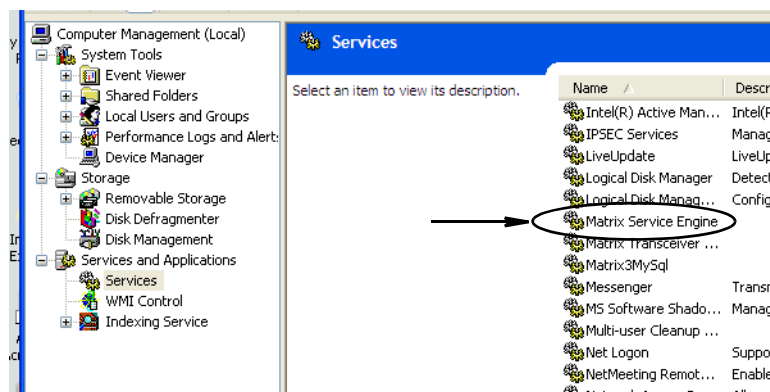

FIG. 56
- d. Double-cliquez sur "Matrix System Engine" (Moteur de système Matrix) dans la liste des services (FIG. 56).